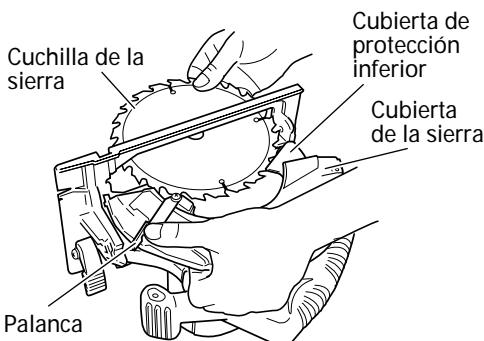

Fig. 16
- (2) Presione la palanca de bloqueo, bloquee el husillo, y quite el perno de brida hexagonal y la arandela (B) con la llave.
- (3) Mientras sujetá la palanca para mantener la cubierta de protección inferior completamente retractada dentro de la cubierta de la cuchilla, retire la cuchilla de la sierra. (Fig.16)